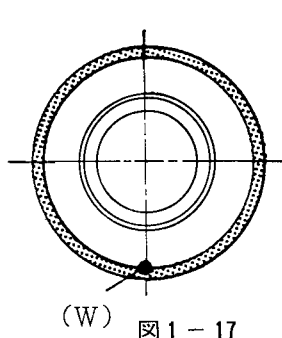

図1-17
② スイングフレームが傾かなくなった時、重心(W)が真下にあるので、その点にチョークなどで印をつける (図1-17)。